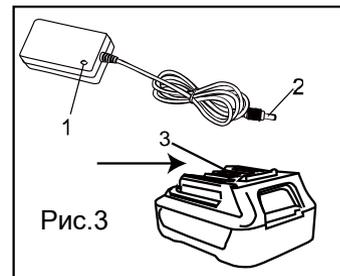

Рис.3
1. Вставьте штекер (2) зарядного устройства в разъем (3) на корпусе аккумулятора. Включите зарядное устройство в сеть. Индикатор (1) загорится красным светом (Рис.3)
2. Когда батарея полностью заряжена, индикатор (1) изменит свет на зеленый.